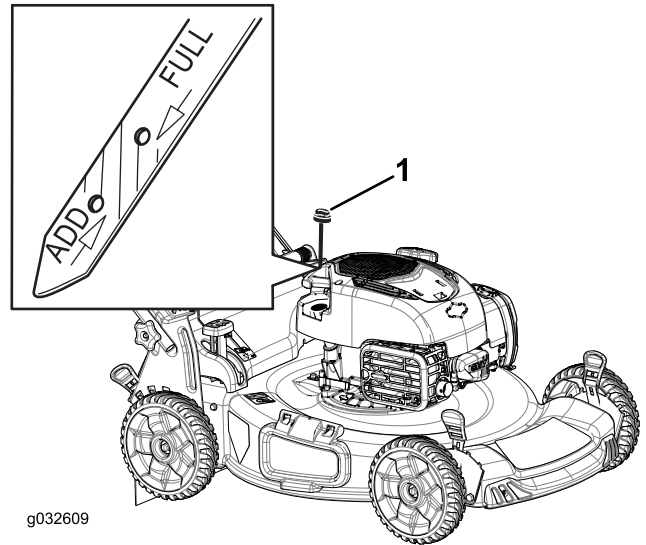

Figure 10
1. Retirez la jauge (Figure 10).
2. Versez de l'huile avec précaution dans le goulot de remplissage pour faire monter le niveau de liquide jusqu'au repère du plein (Full) sur la jauge (Figure 10). **Ne remplissez pas excessivement.**